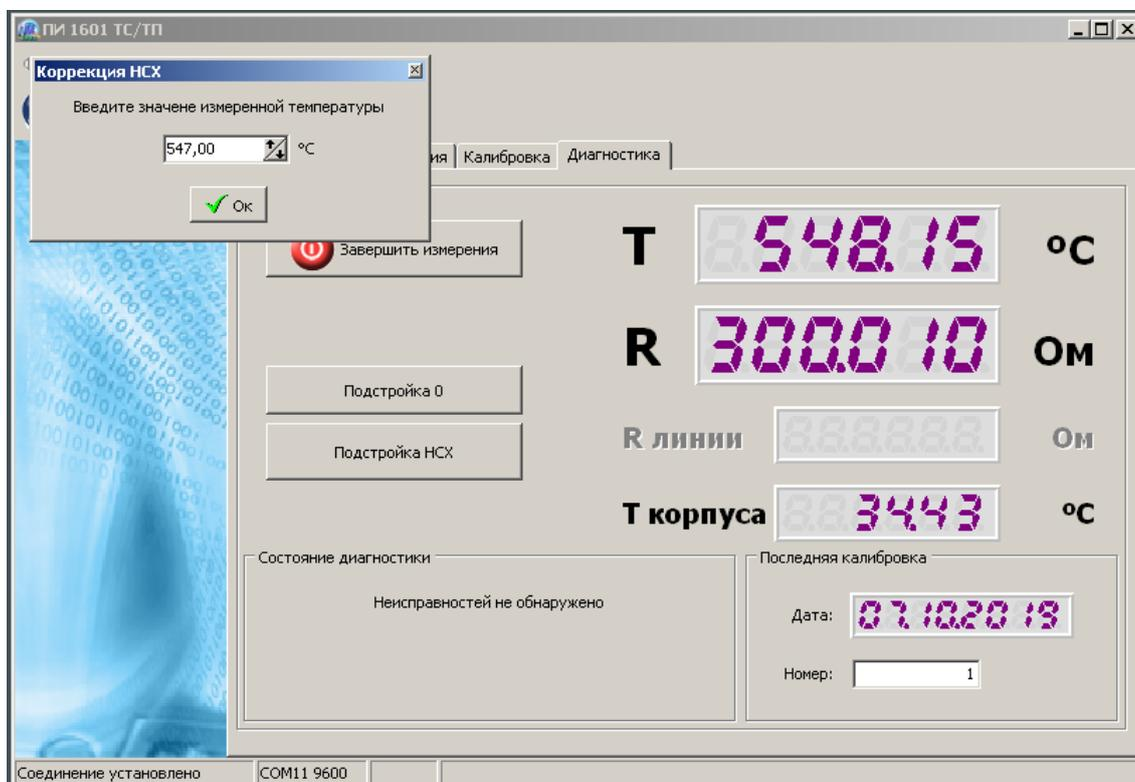

Рисунок 8 - Подстройка НСХ
1.8.6 Для подстройки НСХ датчик температуры поместите в термостат (печь, криостат). Во вкладке СПО «Диагностика» включите режим диагностики нажатием кнопки «Начать измерения». Проведите контроль измеренной преобразователем температуры по истечении времени стабилизации температуры первичного преобразователя. В случае, если значение температуры, измеренной преобразователем, отличается от измеренной эталонным средством измерений, проведите подстройку НСХ путем нажатия в СПО кнопки «Подстройка НСХ». Во всплывающем окне введите действительное значение температуры, измеренной по эталонному средству измерений (см. рисунок 8).